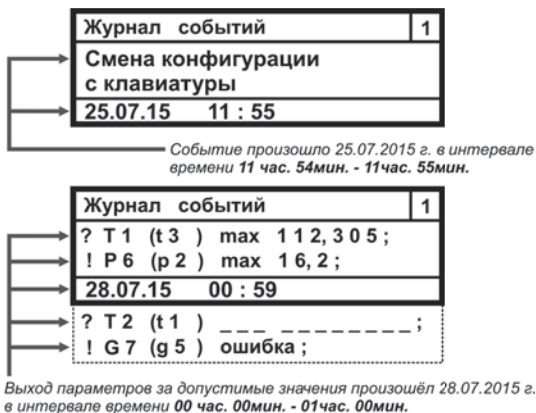

Рисунок 3.7 Пример отображения записей НС в журнал событий
- нажав кнопку **ВВОД** войти в меню **Журнал событий**, рисунок 3.7. Кнопками **◀**, **▶** выбрать интересующие интервалы вре-